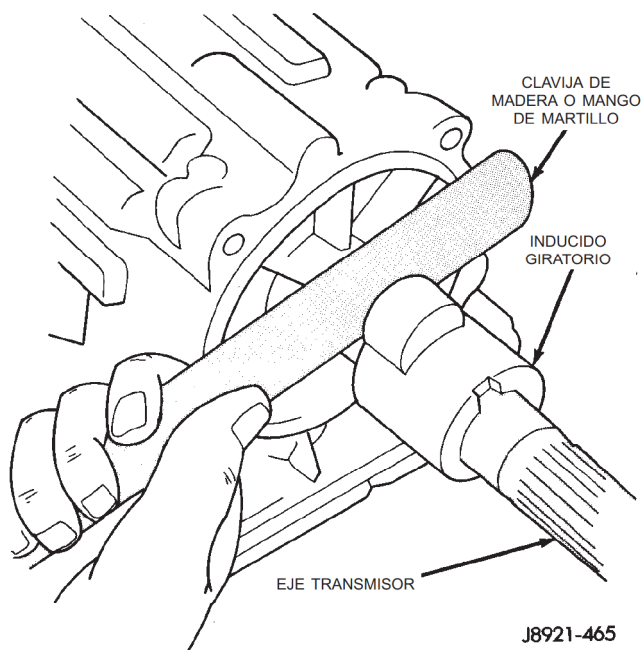

Fig. 42 Extracción del inducido giratorio del sensor de velocidad
- (10) Retire el engranaje propulsor del velocímetro y el separador, si el vehículo lo tiene instalado.
- (11) Retire el inducido giratorio del eje transmisor. Tal vez sea necesario utilizar una clavija de madera o el mango de un martillo (Fig. 42) para hacer palanca suavemente en el inducido giratorio y extraerlo del eje transmisor. Asegúrese de extraer la chaveta de guía del inducido giratorio del eje transmisor o del inducido giratorio.